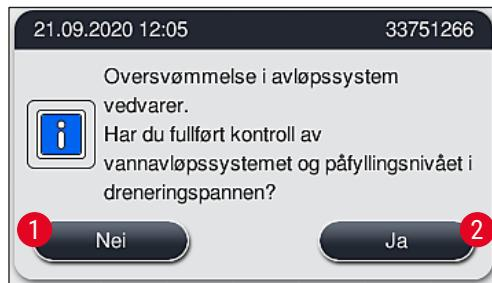

Fig. 126
2. Når det har gått 5 minutter og flere rengjøringsforsøk er gjort uten at blokeringen er fjernet, vises en melding (→ "Fig. 126") på skjermen om at vannivået fortsatt er for høyt. Hvis brukeren trykker på **Nei** (→ "Fig. 126-1"), forlenges ventetiden i 5 minutter til slik at rengjøringsforsøkene kan fortsette. Hvis de etterfølgende rengjøringsforsøkene i andre runde lykkes, løses situasjonen som beskrevet under punkt 1. Hvis du trenger mer tid for å ordne problemet, trykker du på **Nei** (→ "Fig. 126-1") igjen. Intervallet kan repeteres flere ganger. Hvis blokeringen ikke kan fjernes til tross for alle forsøk, trykker du på **Ja** (→ "Fig. 126-2") for å starte en kontrollert avbrytningsprosess. Se punkt 3 og 4 nedenfor.